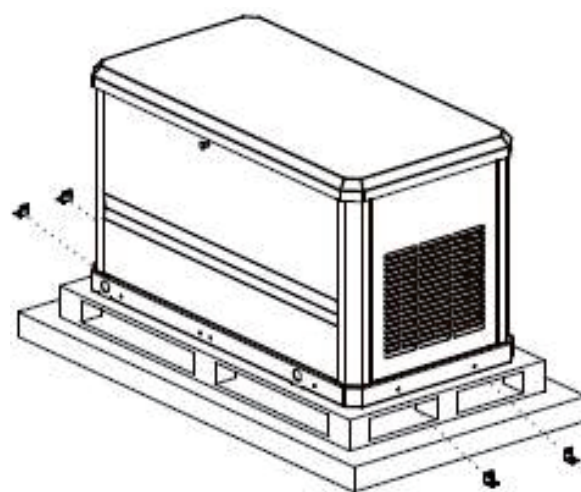

Рис. 4-2
2. Снимите крепежный блок (рис. 4-2);
3. Пропустите трубку через специальное отверстие для транспортировки в нижней части, чтобы поднять генератор, извлечь поддон и затем установить генератор переменного тока на подготовленное основание для установки (рис. 4-2).;